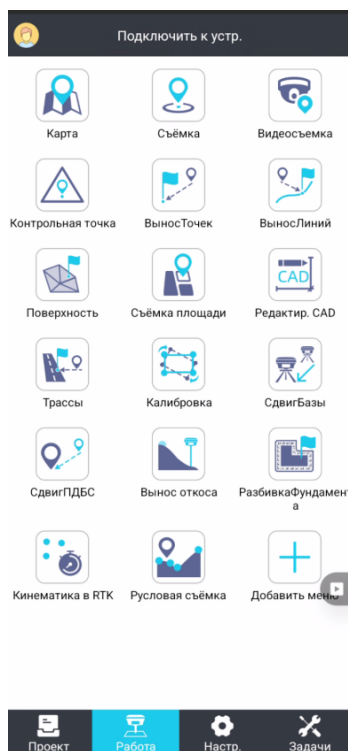

Рисунок 4.1.6
1. Для выполнения смещения съемки перейдите в меню **Работа** и выберите пункт **Сдвиг Базы** (Рисунок 4.1.6).